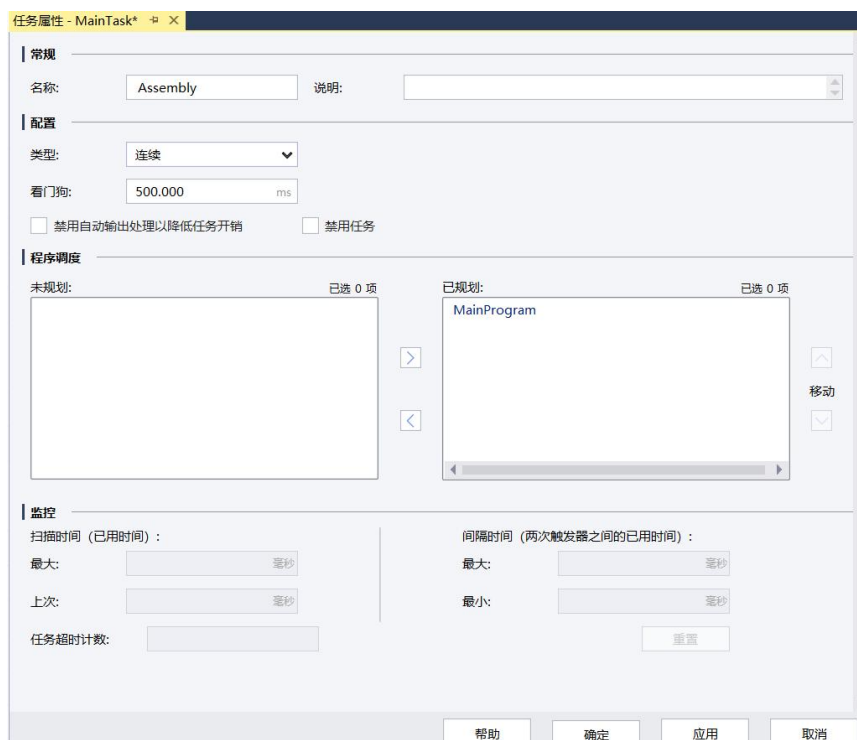

图 1-7 连续型任务属性
4. ICC 控制器仅支持一个连续型任务，并且 ICS Studio 已经自动创建了一个连续型任务 MainTask。在控制器管理器的 MainTask 文件夹上单击右键，在弹出窗口上选择 属性，将 MainTask 任务的名称改为 Assembly，并输入相应属性值。如图 1-7 所示。